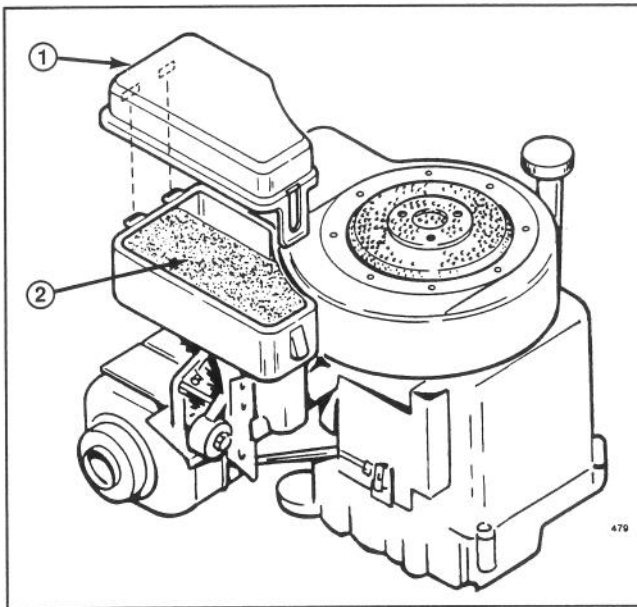

Abbildung 9
2. Aufsnappen und die Abdeckung des Luftfilters vom Vergaser abziehen (Abb. 9).
3. Das Schaumelement (Abb. 9) entfernen. Das Element auf Schmutz oder Verfärbung untersuchen und bei Bedarf reinigen.